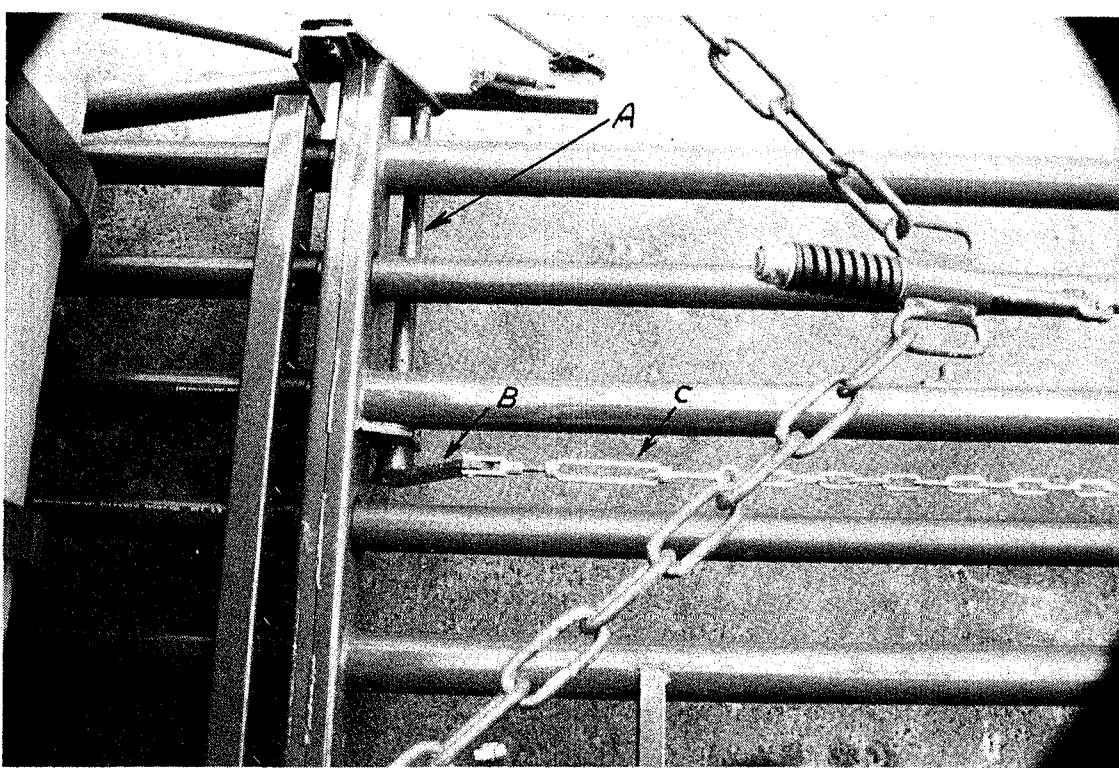

FIG. 1
1. Bomlyftaxeln A träs genom hålen invid bomfästet enligt bild 1.(Obs! höger och vänster).På axelns fria ända monteras svängarmen B,i vilken vantskruven och kedjan är fäst.
Lyftaxel kompl.(A fig.1)	757503
Vantskruv (C fig.1)	757505